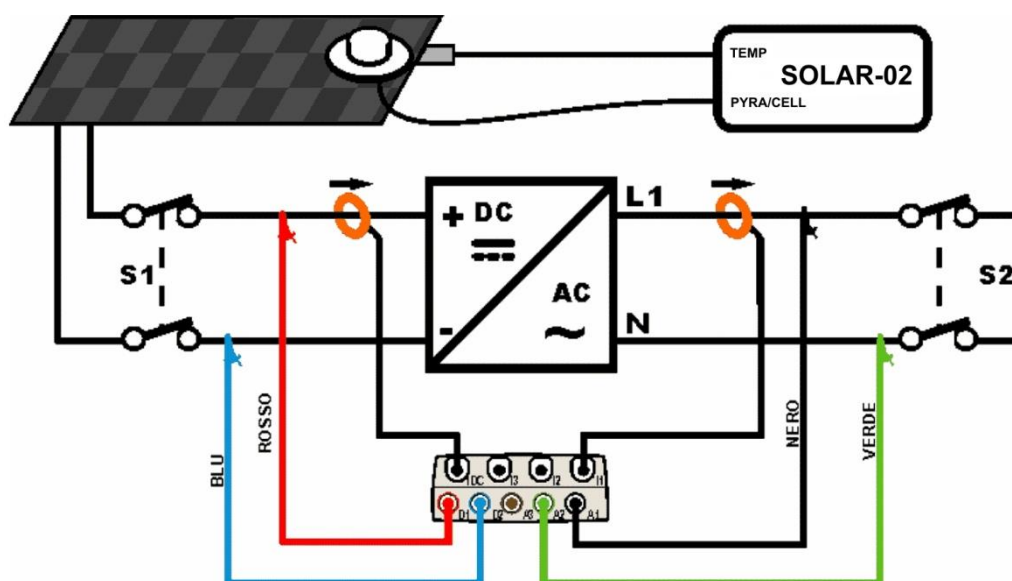

Fig. 231: Ligação do instrumento num Sistema FV-1 com unidade SOLAR-02
3. Ligar as entradas **D1** e **D2** respectivamente aos pólos positivo e negativo de saída da *string*. Ligar as entradas A1, A2 aos condutores de Fase e Neutro respeitando as cores como se mostra na Fig. 231.
4. Ligar a pinça de corrente CC no condutor positivo na saída da *string* **respeitando o sentido da seta** presente na referida pinça conforme indicado na Fig. 231. **Verificar o estado das pilhas internas da pinça antes da ligação.**
5. Ligar a pinça CA no condutor de Fase L1 **respeitando o sentido da seta** presente na referida pinça conforme indicado na Fig. 231. Ligar a saída da pinça à entrada **I1** do instrumento.